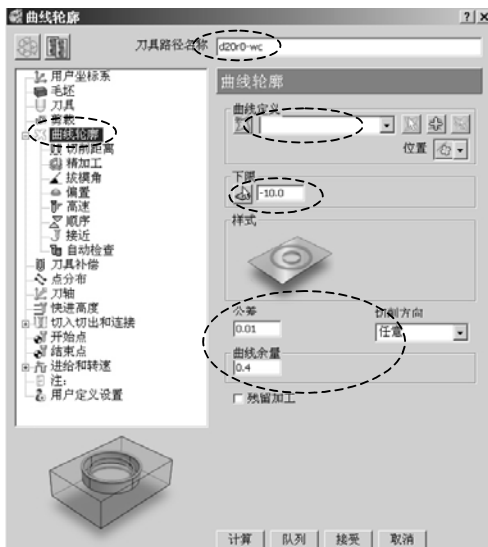

图 6-12 设置外轮廓刀路参数
1) 在 PowerMILL 综合工具栏中, 单击刀具路径策略按钮 , 打开“策略选取器”对话框, 选择“2.5 维区域清除”选项卡, 在该选项卡中选择“二维曲线轮廓”, 单击“接受”按钮, 打开“曲线轮廓”表格, 按图 6-12 所示设置参数。